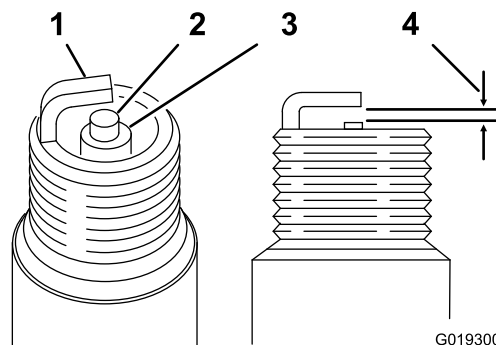

Рисунок 27
4. Осмотрите свечу на наличие износа или повреждений (Рисунок 27).
5. Проверьте зазор свечи зажигания проволоочным толщиномером (Рисунок 27).